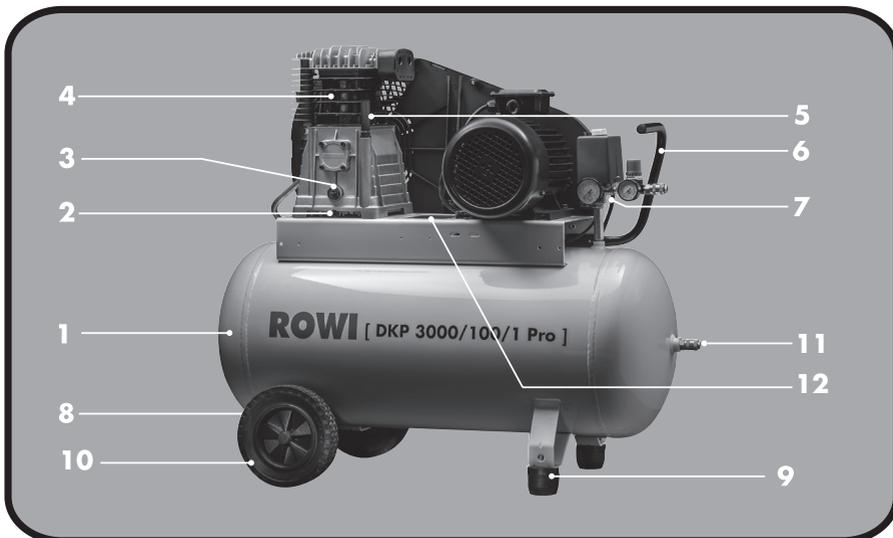
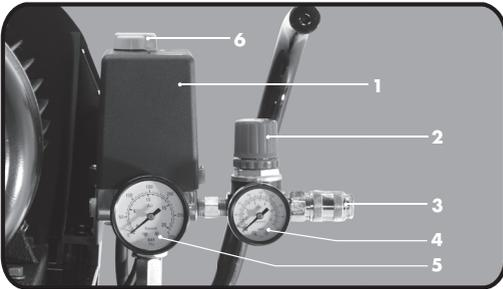

Abb. 4: Geräteübersicht
Abb. 5: Geräteübersicht Druckluftarmatur
1. Vergewissern Sie sich, dass der weiße Knopf am Druckschalter (Ein-/Ausschalter, siehe Abb. 5, Nr. 6) auf der Position "OFF" steht. Schließen Sie dann den Kompressor an eine geerdete, durch einen FI-Schutzschalter (max. 30 mA) abgesicherte Steckdose (400 V/3 ~50 Hz) an.
3. Starten Sie den Kompressor, indem Sie den weißen Knopf am Druckschalter (Ein-/Ausschalter, siehe Abb. 5, Nr. 6) im Uhrzeigersinn auf die Position "AUTO" stellen. Wir empfehlen Ihnen, das Gerät einmal so lange laufen zu lassen, bis der maximale Kesseldruck erreicht wurde und das Gerät automatisch abschaltet. Schließen Sie dann das gewünschte Druckluft-Werkzeug an (siehe Kapitel 3.3).
3. Schalten Sie den Kompressor ein, indem Sie den weißen Knopf am Druckschalter (Ein-/ Ausschalter, siehe Abb. 5, Nr. 6) auf die Position "AUTO" stellen. Lassen Sie den Kompressor mit geöffneter Wasserablassschraube (siehe Abb. 4, Nr. 8) 2 – 3 Minuten laufen. Das Gerät erwärmt sich während dieser Zeit so, dass es für den weiteren Betrieb bereit ist.
4. Schließen Sie nach Ablauf der Aufwärmzeit die Wasserablassschraube (siehe Abb. 4, Nr. 8) wieder. Der Kessel kann sich nun füllen bzw. Druck aufbauen.
1. Schließen Sie dann den Druckluftschlauch an. Hierfür stehen Ihnen zwei Schnellkupplungen zur Verfügung (siehe Abb. 5 und 4):
Drehen Sie das Einstellrad des Druckminderers (siehe Abb. 5, Nr. 2) im Uhrzeigersinn in Richtung +.
Drehen Sie das Einstellrad des Druckminderers (siehe Abb. 5, Nr. 2) entgegen dem Uhrzeigersinn in Richtung -.
1. Drehen Sie zum Abschalten des Gerätes den Knopf am Druckschalter (Ein-/Ausschalter, siehe Abb. 5, Nr. 6) entgegen des Uhrzeigersinns, auf die Position "OFF". Das Gerät **darf niemals** durch Ziehen des Netzsteckers abgeschaltet werden. Das Ziehen des Netzsteckers ohne zuvor den Knopf am Druckschalter hinunter zu drücken, deaktiviert die Druckentlastung.
- ▶ Schalten Sie den Kompressor ab, indem Sie den weißen Knopf am Druckschalter (siehe Abb. 5, Nr. 6) entgegen des Uhrzeigersinns auf die Position "OFF" drehen.
- ▶ Lösen Sie die Ölablassschraube (siehe Abb. 4, Nr. 2) und lassen Sie das Altöl vollständig ab.